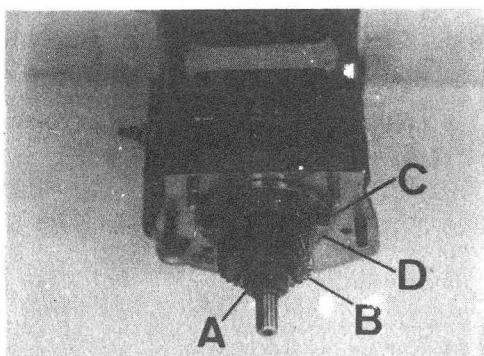

Fig. C1-93 Desmontaje porta-retén
1.3. Desmontar la tuerca, A (Fig. C1-93) de retenida del engranaje, B, de transferencia, y extraer éste.
1.4. Desmontar los elementos de fijación, C (Fig. C1-93) de la tapa, D, porta-retén.
3.3.3. Montar los elementos de fijación, C (Fig. C1-93) de la tapa, D, aplicándoles un par de apriete de 2 á 3 mkg.
3.3.4. Montar el engranaje, B (Fig. C1-93) de transferencia y su tuerca, A, de retenida, aplicándole a ésta última un par de apriete de 13 á 17 mkg.